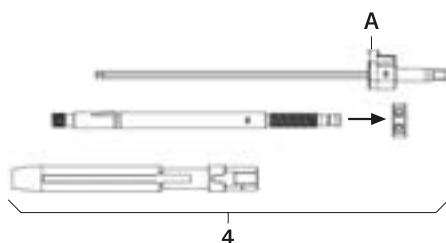

Abb. 1
- Repositionshebel **4** demontieren, siehe Abb. 1: